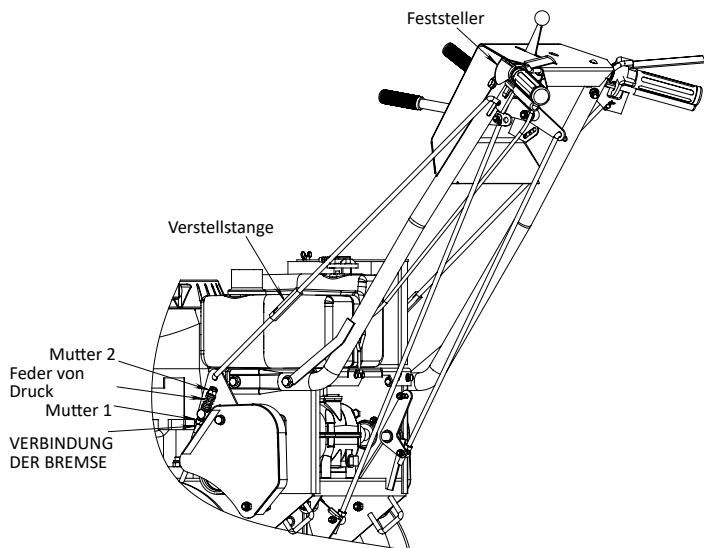

ABB. 11.
- Lösen Sie die Mutter an der Spannrolle des Antriebsriemens. Entfernen Sie die Spannrolle und den zu ersetzenden Riemen. Montieren Sie den neuen Riemen und dann die Antriebsscheibe in umgekehrter Reihenfolge. Stellen Sie den Riemen nach der Riemenstellmethode ein und ziehen Sie dann die Mutter fest. (Siehe ABB. 11)
- Einstellung der Bremskraft: Heben Sie die Schalthebelstange links/rechts an und verriegeln Sie sie mit der Schnalle. Drehen Sie Mutter 1 und Mutter 2 am Bremshebel, um die Feder zu komprimieren und genügend Bremskraft zu erhalten. Drehen Sie dann Mutter 1 erneut und stellen Sie sicher, dass ein Abstand von 1 mm zwischen Mutter 1 und dem Endanschluss der Stange eingehalten wird. (Siehe ABB. 11)